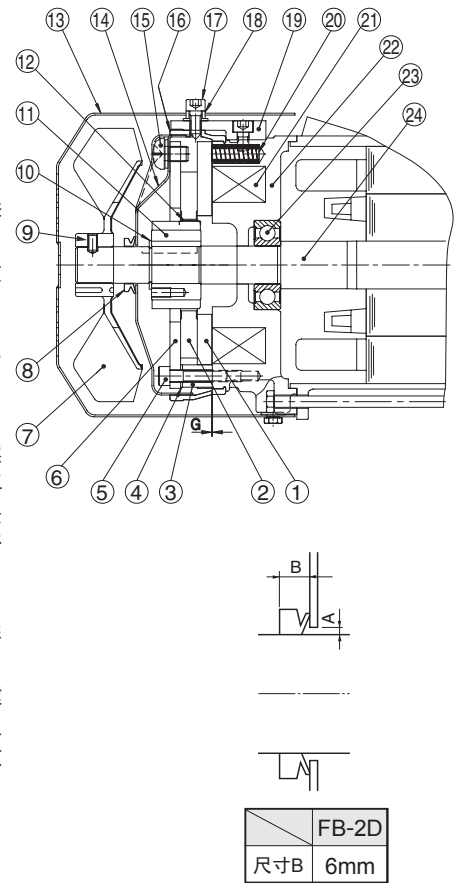

图48
- (1) 取下释放螺栓17和手动释放安全垫圈18。
- (2) 拆下护罩13。
- (3) 松开风扇固定螺栓9, 拆下风扇7。
- (4) 拔出V形圈8。
- (5) 拆下释放器19。(共2处)
- (6) 取下防水罩安装螺栓15, 拆下防水罩14。
- (7) 松开装配螺栓5, 将垫片3、间隙调整填隙片4、装配螺栓5、固定板6成套取下。此时, 注意不要只取下装配螺栓, 以免间隙调整填隙片脱落。
- (8) 间隙调整填隙片④的厚度约0.2~0.25mm, 请根据磨损状况减少填隙片数量, 将垫片3、间隙调整填隙片4、装配螺栓5、固定板6重新成套组装。
- (9) 确认间隙G, 若与规定值之差过大, 请再次调整填隙片。
- (10) 用安装螺栓15安装防水罩14。安装防水罩14时, 应确保防水罩14的孔与电机轴(24)的间隙(图48的A尺寸)近乎均等。
- (11) 清除防水密封圈16的密封面污垢, 确保清洁。
- (12) 将防水密封圈16如结构图所示安装在固定铁芯(22)与防水罩14之间, 然后安装释放器19。此时, 先将防水密封圈16的箭头朝向负载侧插入。再将防水密封圈16的释放螺栓用孔与释放螺栓17的位置对准。然后进行安装, 确保防水密封圈16的凸起部完美插入固定铁芯(22)的整个槽部。否则, 可能会进水。
- (13) 开、关电源, 确认制动器动作。
- (14) 安装V形圈8。此时, 请将V形圈8的唇口及唇口的接触面擦拭干净, 在唇口面上涂布少量润滑脂, 在此基础上确保安装尺寸(B尺寸)。(参见图48)
- (15) 安装风扇7和护罩13。此时, 风扇固定螺栓9请使用日本三键(ThreeBond)TB2365经涂层的产品(本公司零件编号: EW445WW-01), 以 $0.85 \sim 1.05N \cdot m$ 的扭矩值紧固。最后, 安装释放螺栓17及防手动释放用垫片18。